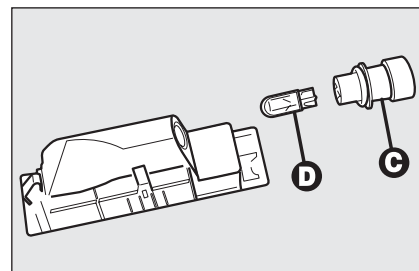

fig. 41
- estrarre il portalampada **C-fig. 41** facendolo ruotare leggermente e sostituire la lampada **D** inserita a pressione.